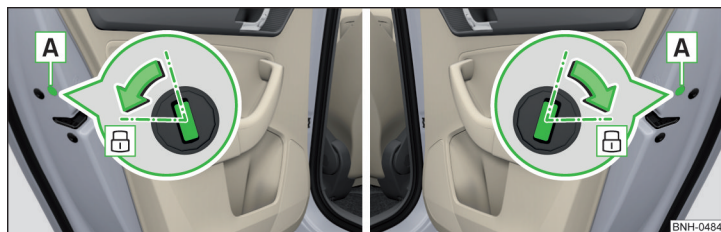

Abb. 257 Notverriegelung: Tür hinten links/rechts
- › Die entsprechende Hintertür¹⁾ öffnen und die Blende **A** entfernen » Abb. 257.